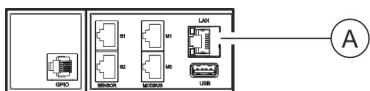

Fig. 24 : Raccordement LAN
1. ➔ Brancher la fiche du câble de données dans le raccordement LAN sur le PDU maître (Fig. 24 /A).